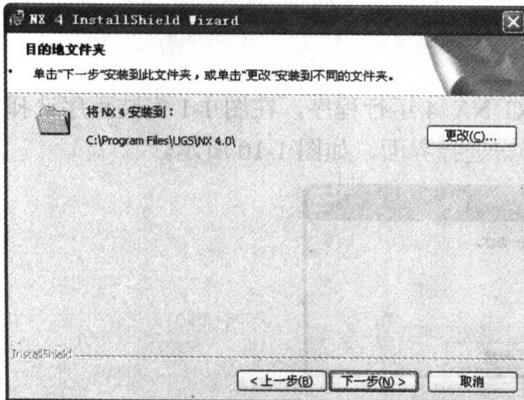

图 1-14 安装目录路径选择界面
(5) 单击 **下一步(N) >** 按钮进入 NX 4 安装目录路径选择界面，如图 1-14 所示。